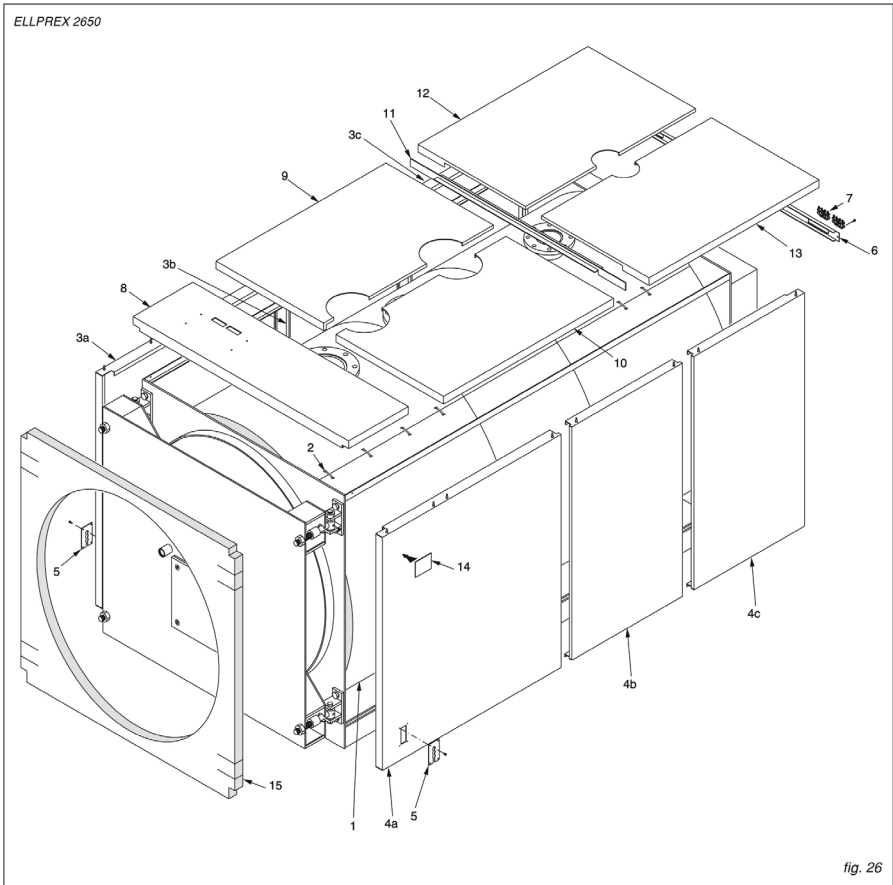
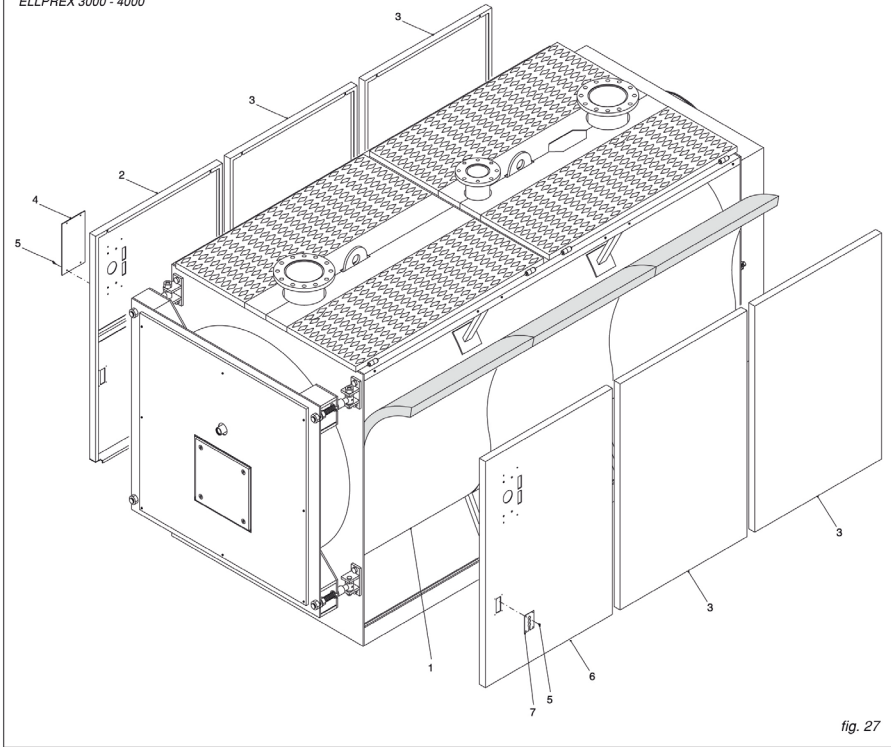

fig. 26
fig. 27
**Atención:** Para el modelo **ELL 2650** (ref fig. 26), la carcasa y el aislamiento están dentro de 4 embalajes marcados: Para los modelos **ELL 3000** y **ELL 3500** (ref. fig. 27), la carcasa y el aislamiento están dentro de tres embalajes marcados: Para el modelo **ELL 4000** (ref. fig. 27), la carcasa y el aislamiento están dentro de 4 embalajes marcados:
### Secuencia de montaje (Ref. fig. 26)
### Secuencia de montaje (Ref. Fig. 27)